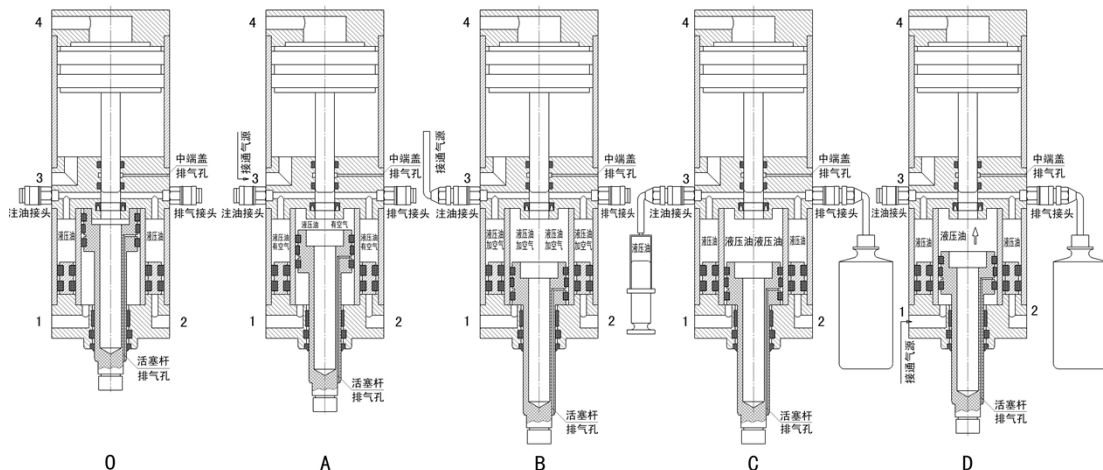

图 8
正常工作的气缸，在接通气源的待机状态，如图 8 中的 O 图所示，气缸活塞杆完全回到上端，增力活塞完全回到上端，环形活塞在内外缸筒间的下端。由于特殊原因，导致液压油缺少或液压油混入空气，需要排气和注油。过程如下：
A.如图 8 中的 A 图所示，拔掉缸上的四根气管并编号，单独给排气口 3 接通气源，让增力活塞回到上端。这时候内外缸筒液压油贯通。
B.如图 8 中的 B 图所示，插入注油接头，并将注油接头接通气源，让气缸活塞杆和环形活塞都到下端。这时候内外缸筒间产生了一个最大的注油容积。
C.如图 8 中的 C 图所示，插入注油接头和排气接头，并把排气接头的软管插入一个饮料瓶，用注射器从注油接头缓缓注入液压油，直到把缸内气泡排尽。静置一小时后，再用注射器从注油接头缓缓注入液压油，再次把缸内气泡排尽。
D.如图 8 中的 D 图所示，拔掉注油接头，单独给排气口 1 接通气源，过程中小心排气接头的软管从瓶中出来飞溅液压油，让气缸活塞杆回到上端。然后，拔掉排气接头，注油完毕。气缸状态回到 O 图状态，插上四根气管恢复工作。